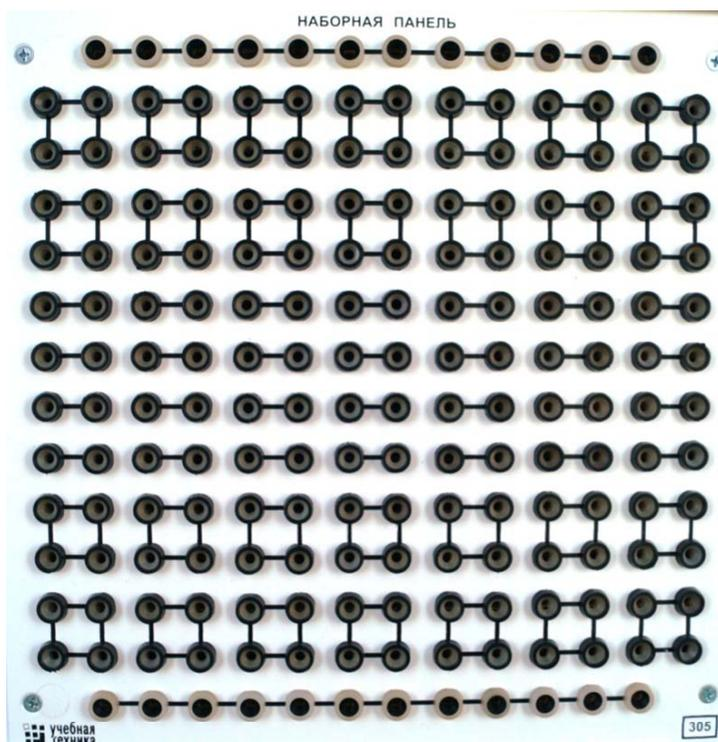

Рис. 4. Внешний вид наборной панели
- электрический контакт миниблоков и проводников осуществляется путем введения контактных штырей последних в гнезда панели. Внешний вид блока представлен на рис. 4.